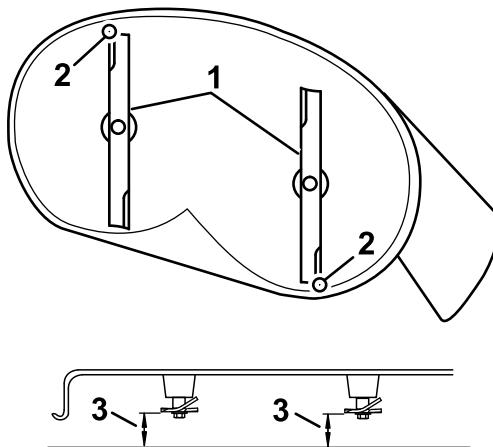

Figure 64
4. Faites pivoter les lames avec précaution pour faire passer les pointes avant à l'arrière (Figure 64).
5. Mesurez la distance entre la pointe de la lame avant et la pointe de la lame arrière par rapport à la surface plane (Figure 64).